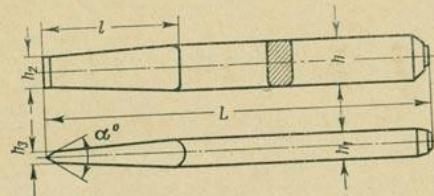

Рис. 21. Слесарное зубило
**20.** Начертить эскиз слесарного зубила, показанного на рис. 21, обозначить буквами его части, написать названия этих частей и указать, из какого материала изготавливают слесарные зубила.